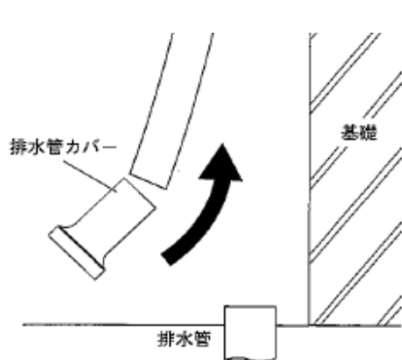

図3—交換時の作業
- ・排水管接続部深さ(寸法D)、カバー全長(寸法F)、排水管接続部高さ(寸法G)については交換時の作業性を考慮して、上限を決定した。(図3)